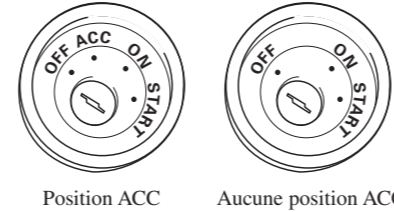

Fig. 1
- **Cette unité ne peut pas être installée dans un véhicule dont le contacteur d'allumage n'a pas de position ACC (accessoire). (Fig. 1)**